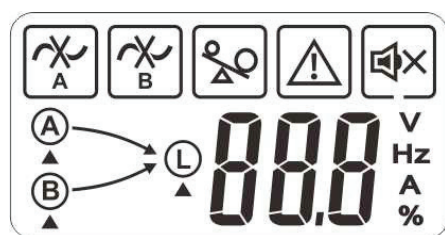
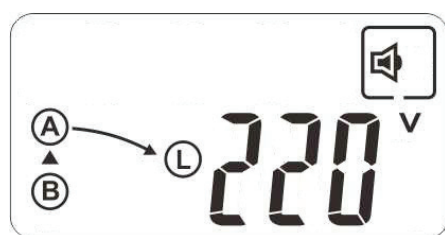
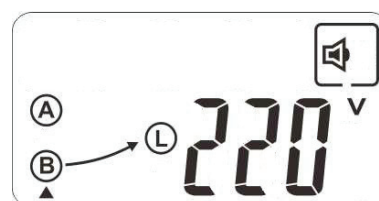

Fig. 6. Pantalla inicial mostrada en los primeros instantes de arranque del equipo.
Fig. 7. Pantalla mostrada después del inicio de la puesta en marcha.
Fig. 9. Pantalla de transferencia sobre entrada B.
- Durante un breve tiempo, la pantalla LCD del panel de control se mostrará como en la Fig. 6, con los tres leds (f), (g) y (h) iluminados y transcurrido este tiempo se mostrará como en la Fig. 7 con los leds (f) de «ENTRADA A» y (g) de «ENTRADA B» alumbrados.
sean normales (dentro de los márgenes predefinidos) y se mostrará en pantalla como la Fig. 9.
- En la Fig. 7 y Fig. 9 se muestran los valores de tensión a modo de ejemplo (220 V en la ilustración).
- En la pantalla LCD del panel de control se puede mostrar los iconos representados en la Fig. 6 y definidos funcionalmente en la Tab. 5.